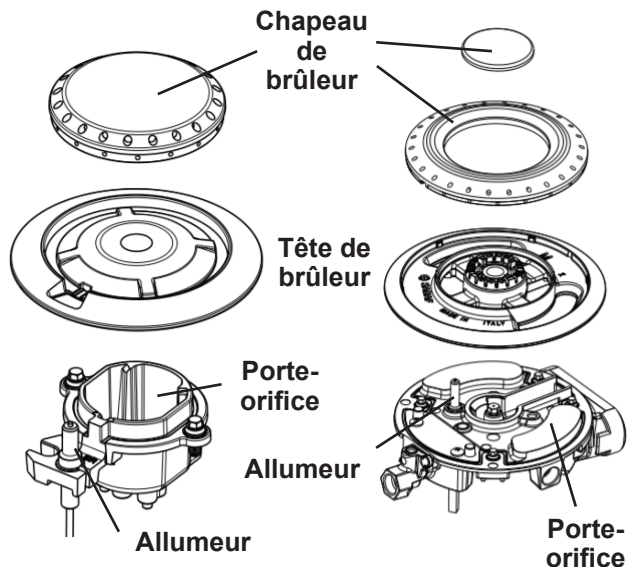

Figure 1: Chapeau de brûleur, tête de brûleur, allumeur et orifice
La lèvre des capuchons de brûleur ronds (Figure 1) doit bien s'ajuster et s'asseoir de niveau au centre de la tête de brûleur. Voir Figure 2 pour valider l'installation du capuchon de brûleur.
La taille et le type d'ustensiles de cuisine utilisés auront une influence sur la température nécessaire pour obtenir de meilleurs résultats de cuisson. Veiller à suivre les recommandations pour l'utilisation des ustensiles de cuisine comme illustré dans Figure 1 et Figure 2.
Vérifier sa planéité en faisant tourner une règle sur le fond de la casserole (voir Figure 1). Les ustensiles de cuisine doivent avoir des fonds plats qui sont bien en contact avec toute la surface de l'élément de chauffage (voir Figure 2).
2. Appuyer sur le bouton de commande correspondant et tourner dans le sens antihoraire hors de la position < OFF > (FERMÉ) (Figure 1).